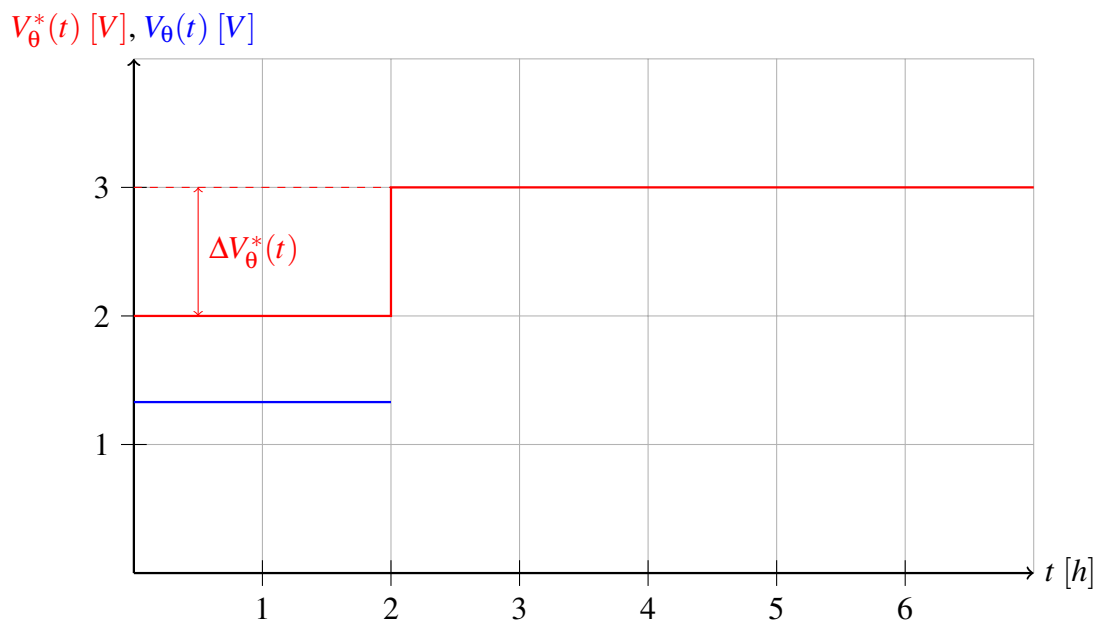

FIGURE 3 – Réponse temporelle du système en boucle fermée
- (e) Tracer alors la réponse en température de la pièce à l'échelon indiciel représenté à la FIGURE 3.